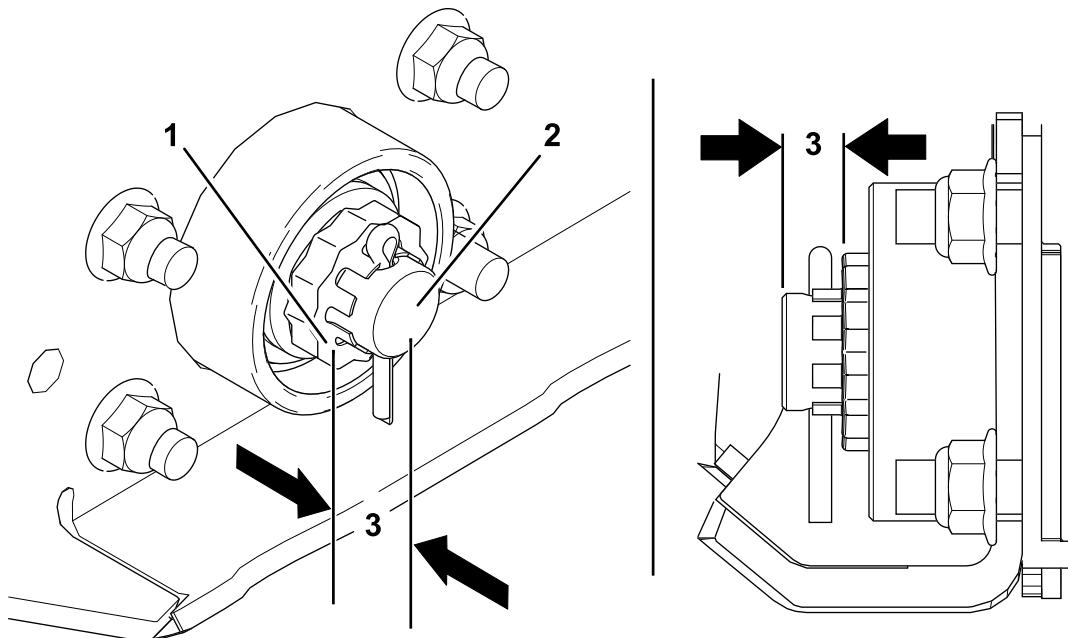

Figure 4
- À une extrémité de l'arbre du rouleau, installez l'écrou et le contre-écrou jusqu'à obtention d'un écartement de 9,5 mm entre la face du contre-écrou et l'extrémité de l'arbre (Figure 4).